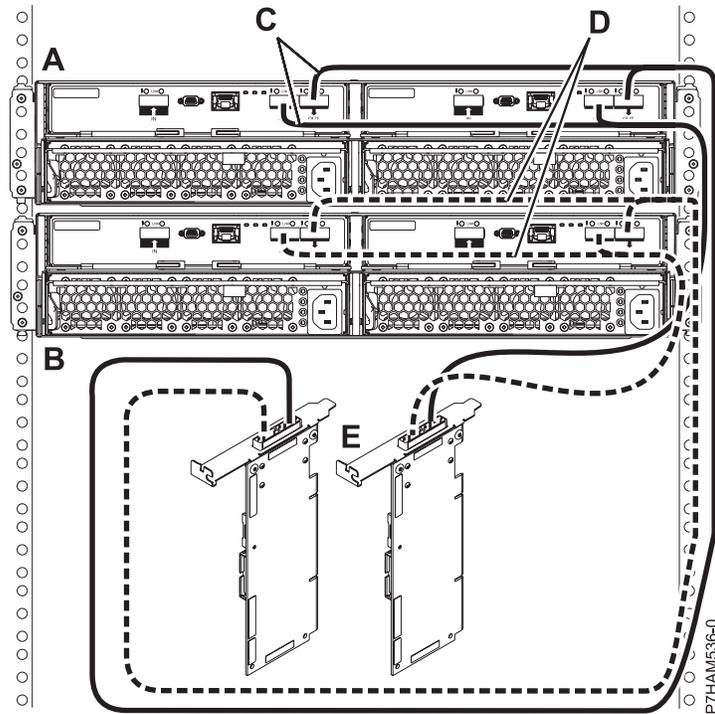

Abbildung 39. Modus 1-Anschluss von zwei Plattenlaufwerkgehäusen 5887 mit YO-Kabeln an ein SAS-Adapterpaar
15. Schließen Sie zwei Plattenlaufwerkgehäuse 5887 im Modus 1 (A und B) mit YO-Kabeln (C und D) an ein SAS-Adapterpaar (E) an. Siehe Abb. 39 auf Seite 41.